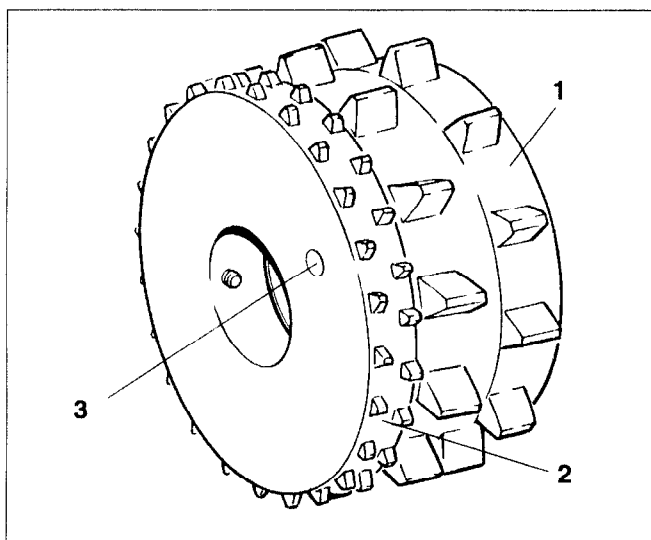
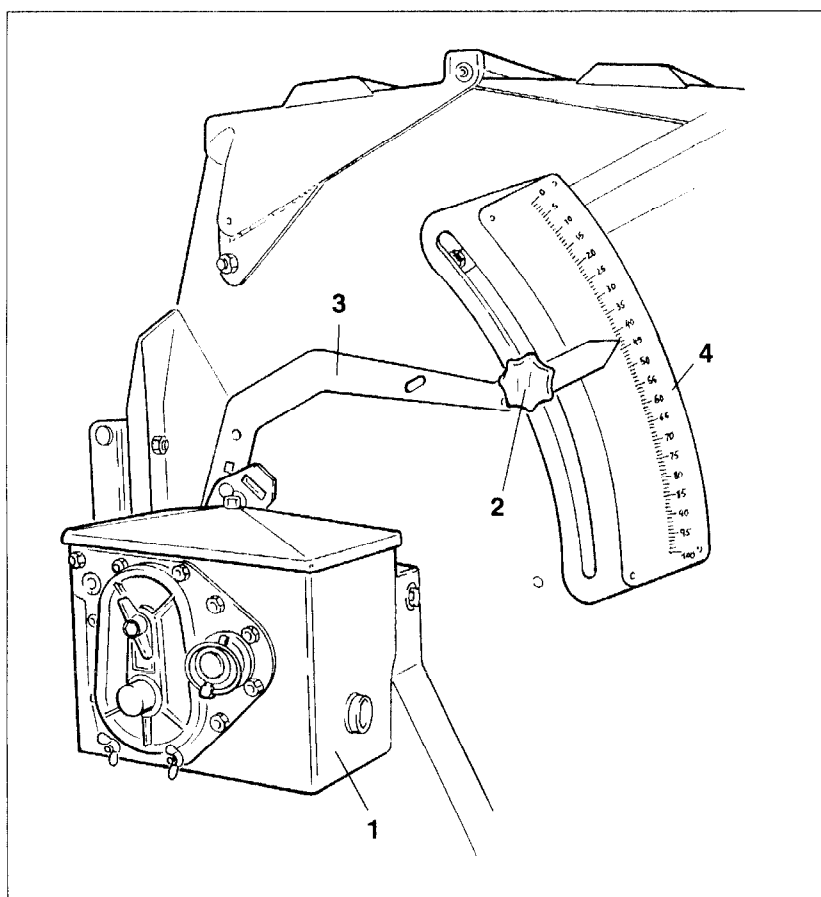

Fig. 7.1
Fig. 7.10
Les semoirs AMAZONE sont fournis de série avec roues distributrices "ELITE" (fig. 7.1). Les roues distributrices "Elite" se composent d'une roue distributrice pour graines normales (fig. 7.1/1) et d'une roue distributrice pour fines graines (fig. 7.1/2).
- Actionnez le levier du sélecteur (fig. 7.10/3) plusieurs fois jusqu'à ce que les perçages (fig. 7.1/3) des roues fines graines apparaissent.
Le réglage du débit de grain s'opère au boîtier sélecteur (fig. 7.10/1):
- Desserrez la poignée (fig. 7.10/2) du levier sélecteur (fig. 7.10/3),
- Amenez le levier sélecteur (fig. 7.10/3) **de bas en haut** jusqu'à la graduation correspondant à la valeur de réglage fournie par le tableau,
Le levier sélecteur (fig. 7.10/3) permet de régler en continu le régime de rotation de l'arbre de distribution et par voie de conséquence le débit de grain. Plus la valeur de la graduation de l'échelle (fig. 7.10/4) sélectionnée à l'aide du levier est élevée, plus on obtient un débit de grain important.